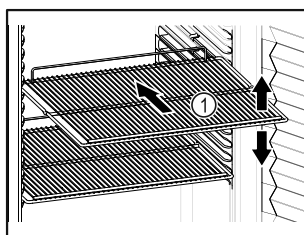

Fig. 30 Példaként szolgáló ábrázolás
- Ha a tároló rácsok Fig. 30 (1) áthelyezhetőek, akkor igazítsa be őket a kívánt magasságnak megfelelően.